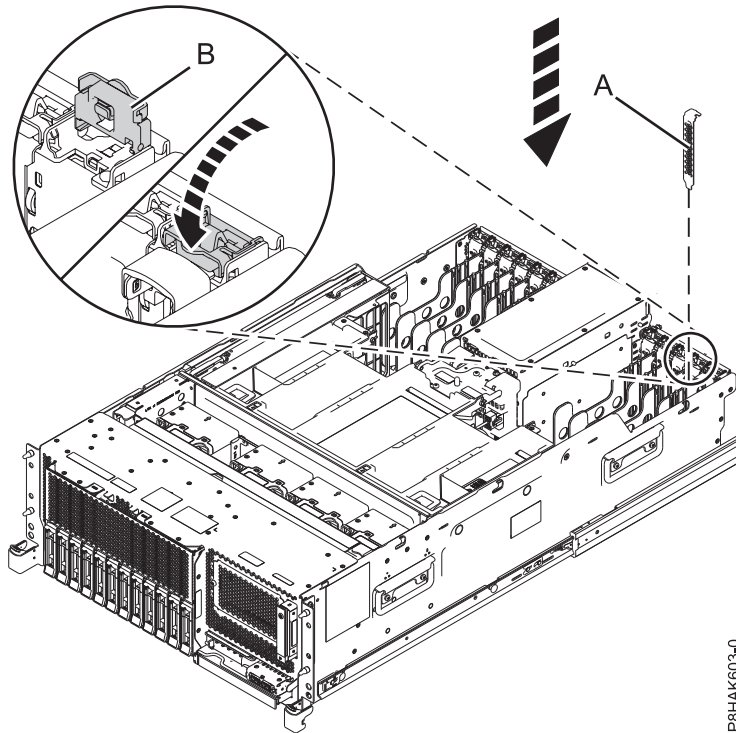
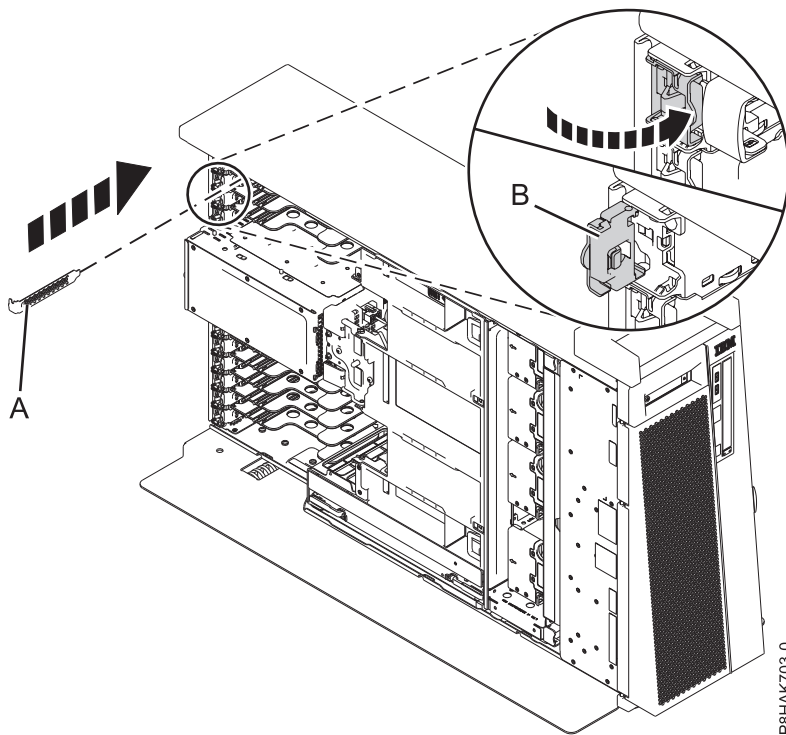

Figure 62. Installation d'un obturateur dans un emplacement de carte PCIe sur un système monté en armoire
Figure 63. Installation d'un obturateur dans un emplacement de carte PCIe sur un système 8286-41A autonome
- a. Saisissez avec précaution la contre-poupée de l'obturateur et alignez l'obturateur avec l'emplacement et son connecteur sur le fond de panier du système, comme illustré dans la figure 62, à la page 68 et figure 63, à la page 68.